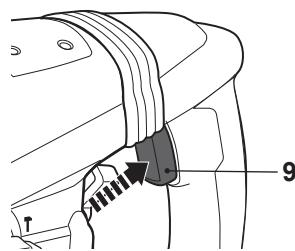

Fig. 6
- > Apăsați comutatorul de pornire/oprire (9) pentru a porni produsul (Fig. 6).
- > Eliberați butonul de PORNIRE/OPRIRE (9) pentru a opri produsul.